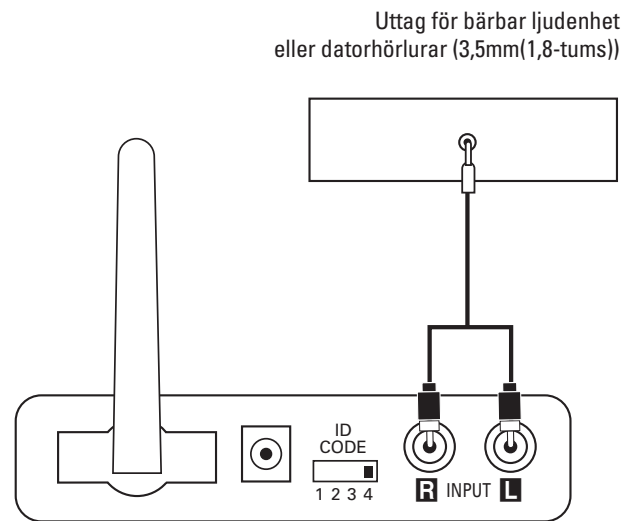

Bild 5.
Steg 1. Anslut RCA – 1,8 tums miniuttagskabel (medföljer) till förstegsutgången, linjeutgången eller hörlursutgången på din bärbara ljudspelare och till ingångarna på sändarmodulen ⑫, enligt bild 5.